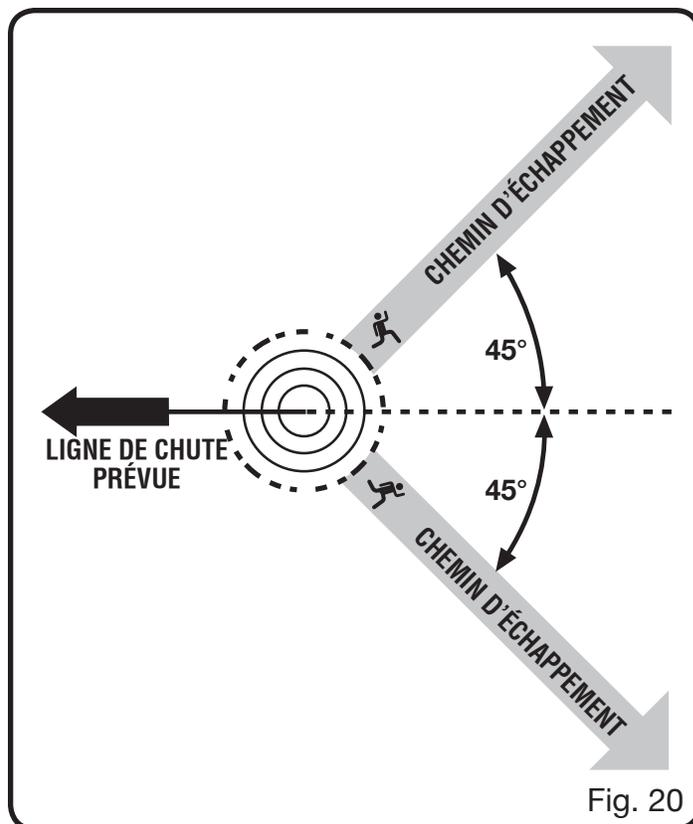

Fig. 20
Voir les figures 20 à 23.
- Avant de commencer une coupe, déterminer un chemin d'échappement (ou plusieurs au cas où le chemin prévu serait bloqué) déblayer les environs immédiats et s'assurer qu'aucun obstacle se trouve sur le chemin d'échappement prévu. Les trajectoires sécuritaires du chemin d'échappement doivent se situer à l'arrière et en diagonale (45°) à l'arrière de la ligne de chute prévue. Lorsque l'arbre commence à tomber, il faut s'écarter de la ligne de chute et suivre le chemin d'échappement et s'éloigner d'au moins 6 m (20 pi) du tronc au cas où l'arbre rebondirait sur la souche. Voir la figure 20.